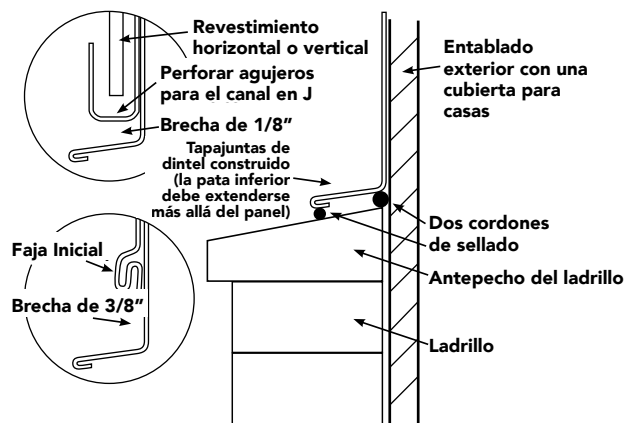

Figura 50
- Aplique masilla donde el revestimiento se une con el ladrillo o la piedra exterior. Debe moldearse y colocarse un tapajuntas de dintel (o tapa de drenado) y masillarse en las áreas donde se una con el ladrillo. La parte superior del tapajuntas de dintel debe integrarse o sellarse a la barrera de agua (Figura 50).